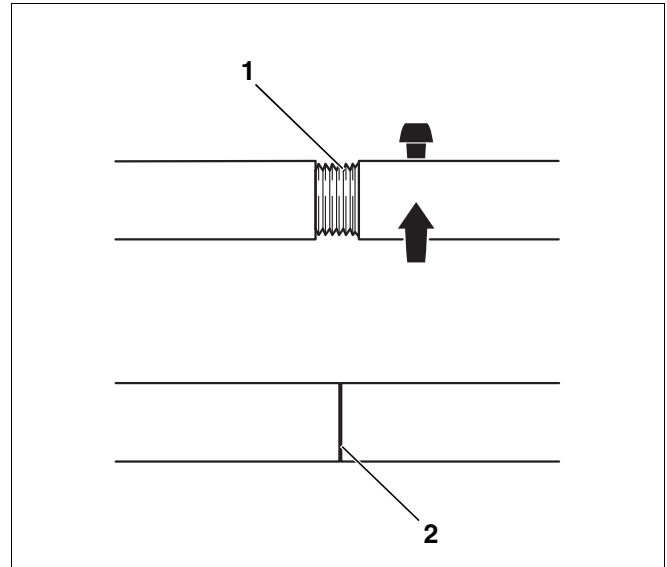

Fig. 15 Kedelsamleværktøj 2.3
Da der er mulighed for, at spindlernes samlinger kan løsne sig, når samleværktøjet str. 2.3 løsnes, (Fig. 15, **pos. 1**), skal de kontrolleres, før samleværktøjet bruges igen, og eventuelt efterspændes (Fig. 15, **pos. 2**). Forsømmes dette, kan værktøjet beskadiges.